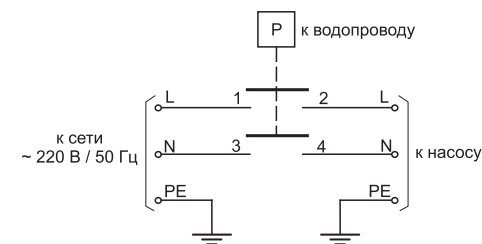

Рис. 2
5.2. Электрическая принципиальная схема реле давления приведена на рис. 2.